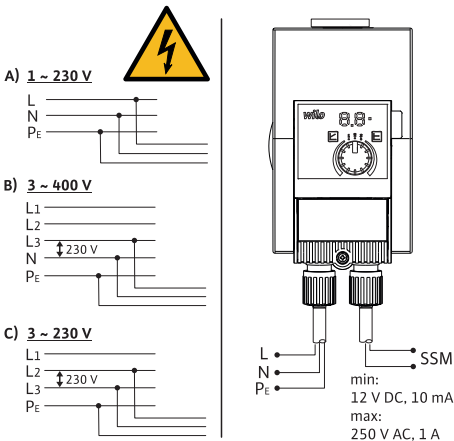

Fig. 3: Prijungimo galimybės
- Prijunkite prie 230 V žemos įtampos tinklų. Jungiant prie IT sistemų („Isolé Terre“ maitinimo tinklo) įsitikinkite, kad įtampa tarp fazių (L1–L2, L2–L3, L3–L1 → Fig. 3) neviršija 230 V. Gedimo (įžeminimo) atveju įtampa tarp fazių jungčių ir PE neturi viršyti 230 V.